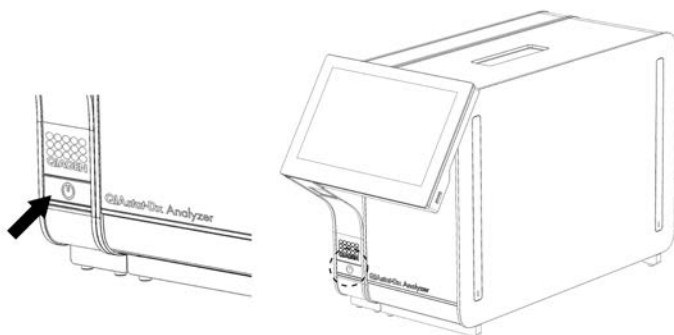

Figura 22. Premere il pulsante ON/OFF (ACCENSIONE/SPEGNIMENTO) per avviare lo strumento.
1. Premere il pulsante "ON/ OFF" (ACCENSIONE/SPEGNIMENTO) sulla parte anteriore del QIAstat-Dx Analyzer 1.0 per avviare l'unità (Figura 22).